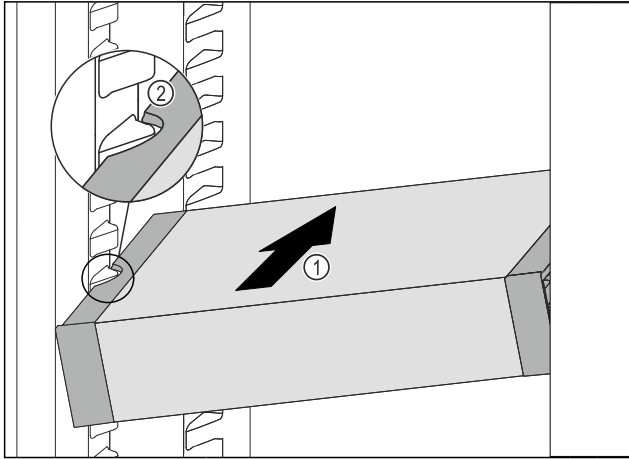

Fig. 107
- VarioSafe schräg in das Kühlteil einschieben Fig. 107 (1), bis sich die seitlichen Aussparungen Fig. 107 (2) des VarioSafes auf Höhe der Behälterrippe im Kühlteil befinden.